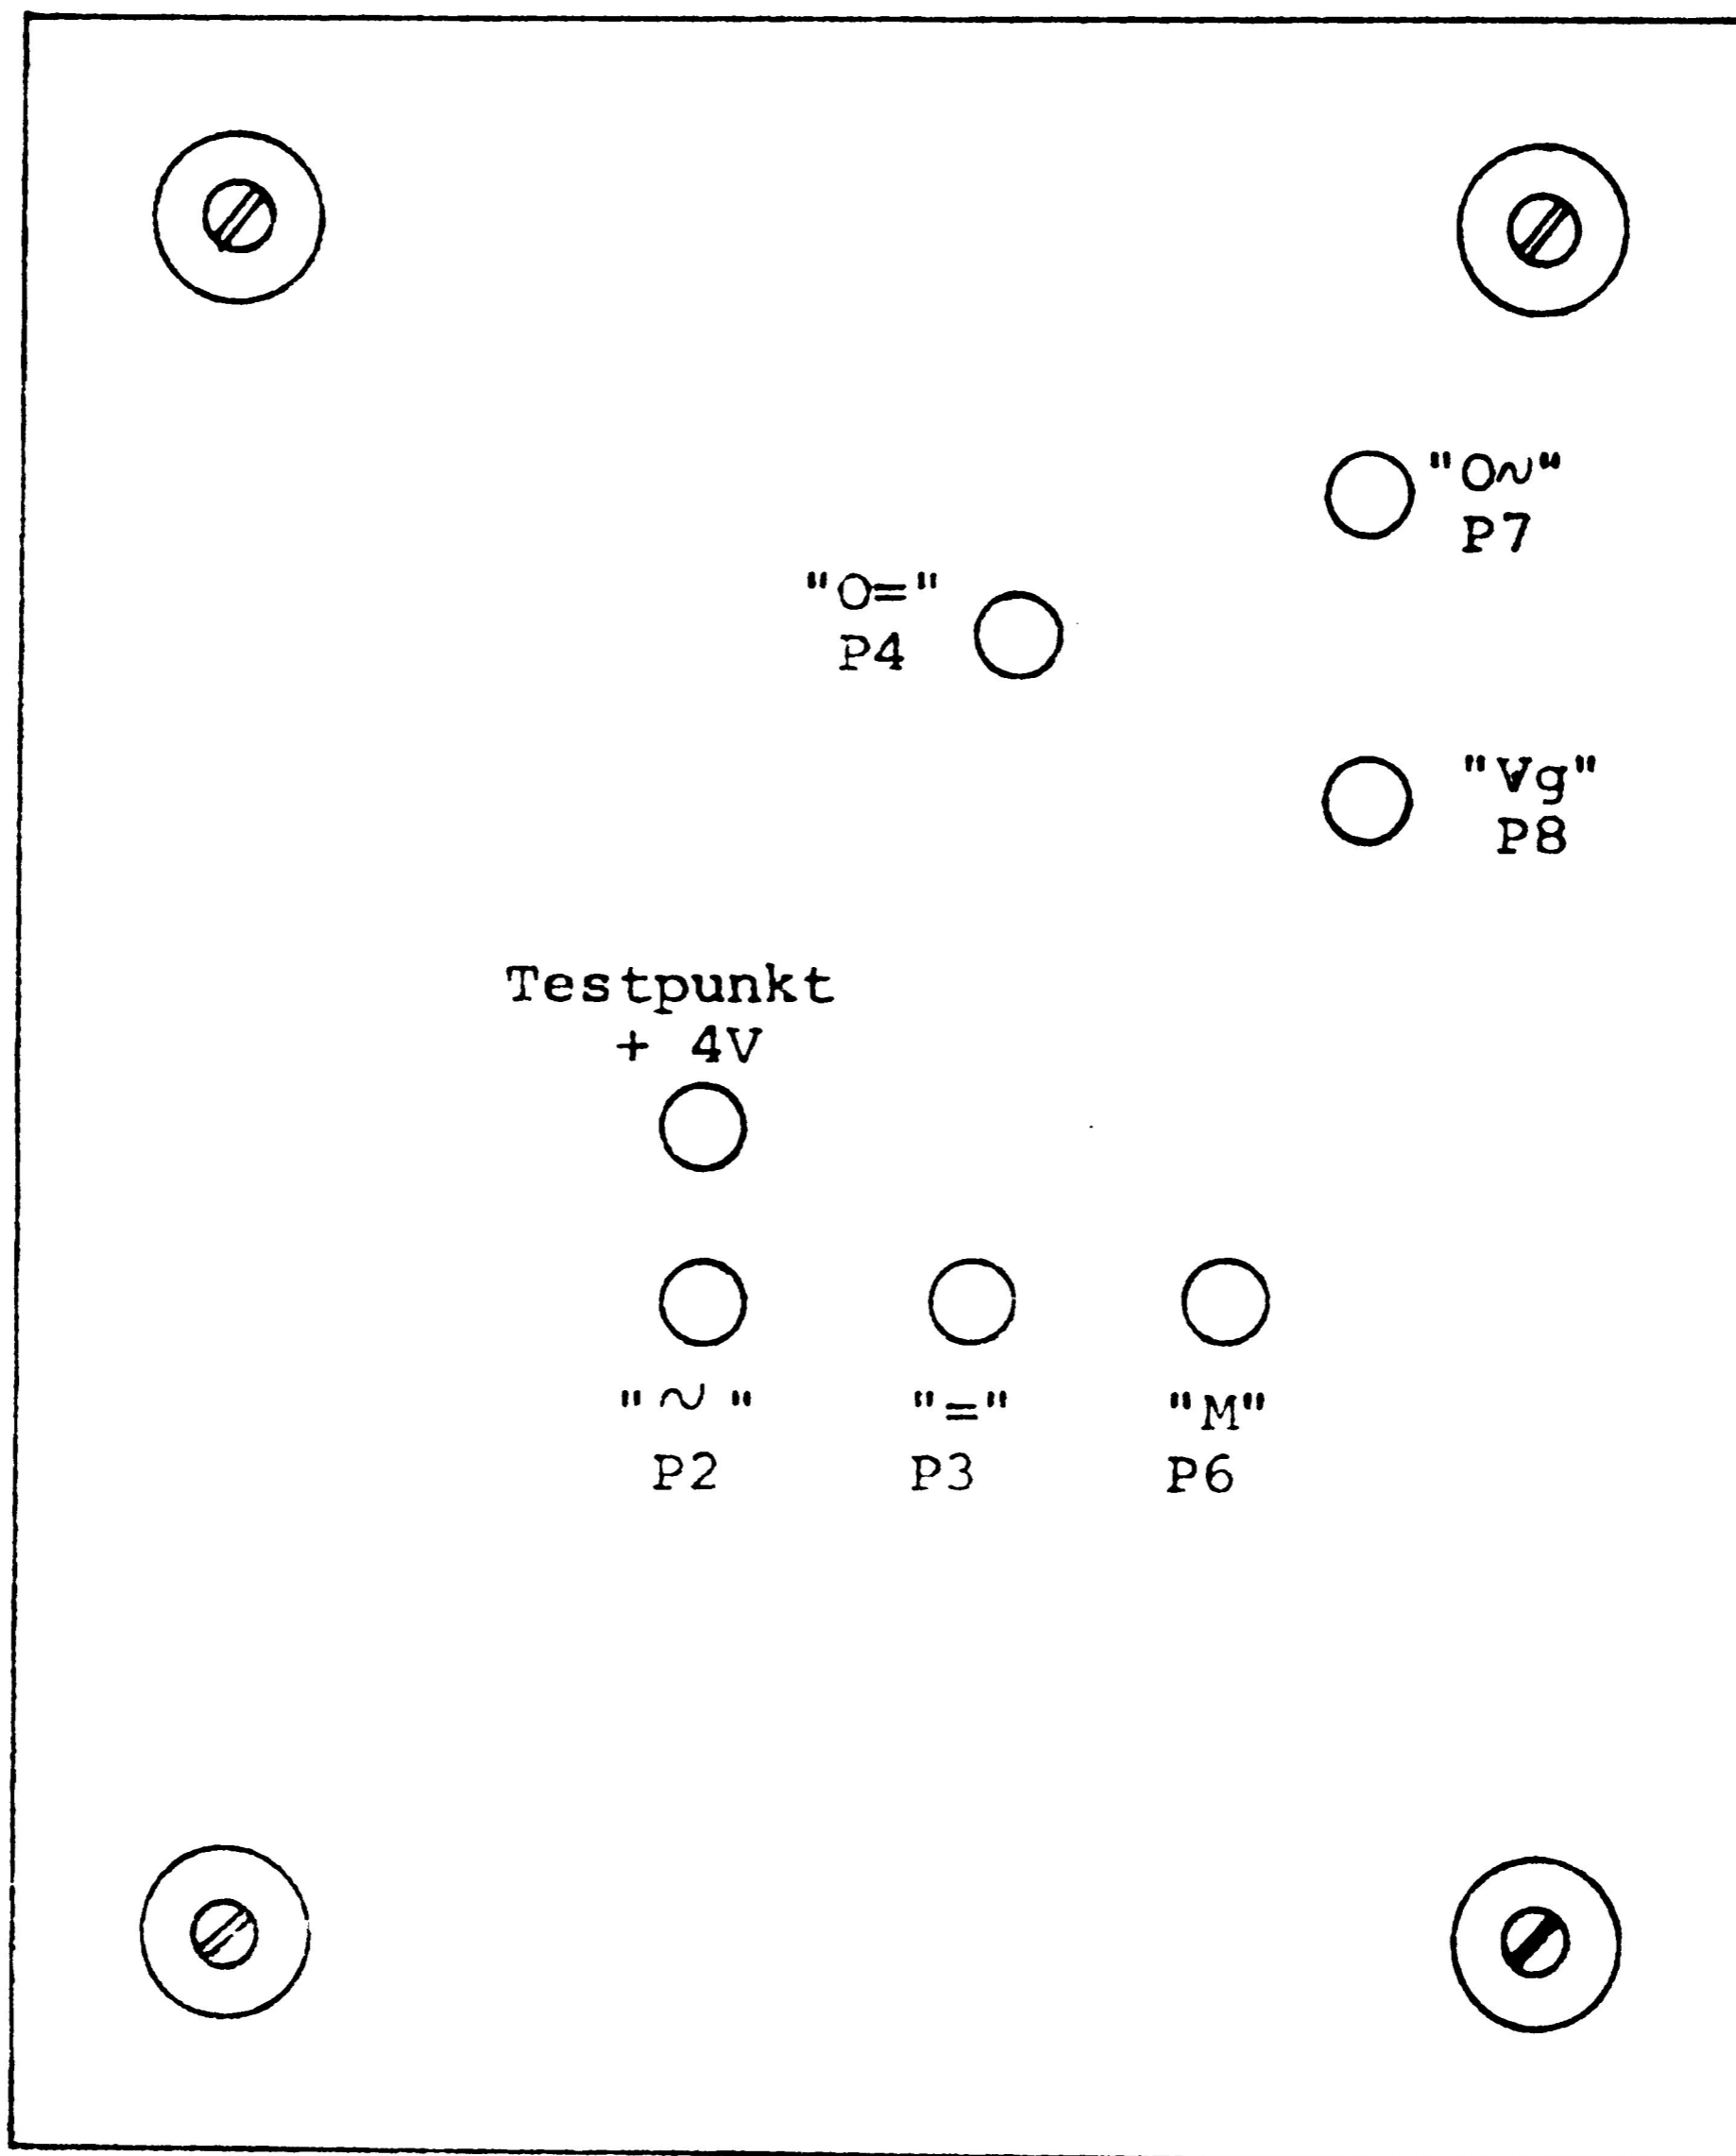

Fig. 7. Placering af justeringspotentiometre.
1. Mekanisk nulpunkt kontrolleres, evt. justeres (7).
4. Differentialforstærkerens arbejds punkt justeres med potentiometret "Vg" (P8). Spændingen kontrolleres med et rørvoltmeter og måles mellem testpunktet "+4V" (se fig. 7) og stel (sort klemskrue).